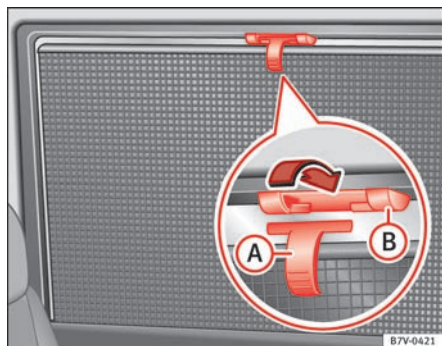

Fig. 65 I højre siderude
- Træk rullegardinet helt op ved hjælp af det fremstående greb ⇒ Fig. 65 **A**.